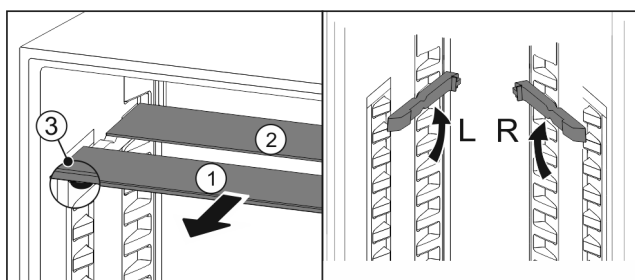

Fig. 60
- ▶ Izvelciet stikla paneļus pa vienam uz priekšu Fig. 60 (1).
- ▷ Stikla panelis Fig. 60 (1) ar dekoratīvo uzliku atrodas priekšā.
- ▷ Apturi Fig. 60 (3) ir vērsti uz leju.